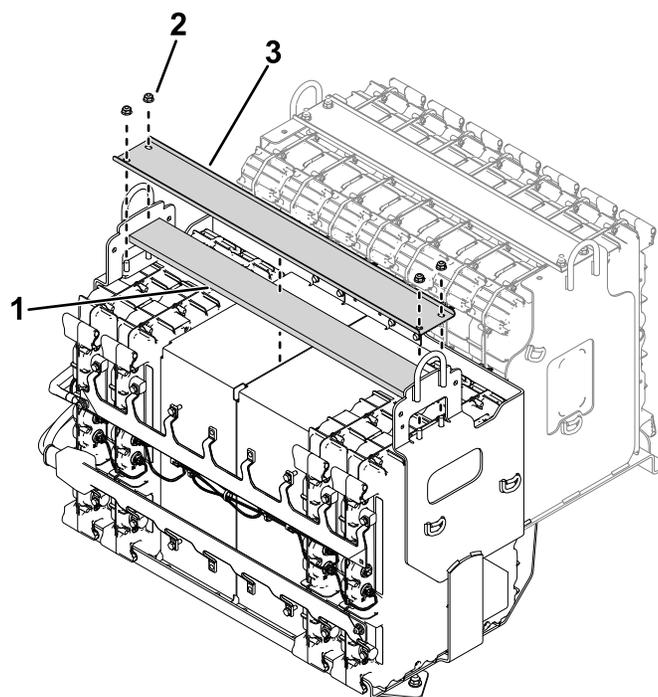

Figura 1
1. Rimuovete il supporto del canale e il cuscinetto in schiuma dal vano batteria che contiene 4 batterie (Figura 1).
7. Montate il supporto del canale e il cuscinetto in schiuma; fate riferimento alla Figura 1.